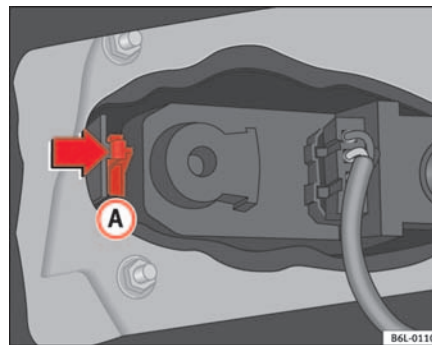

Abb. 153 Rücklichter an der Karosserie
- Auf die Laschen **(A)** ⇒ Abb. 153 drücken, um die Lampenfassung zu lösen, und die Fassung entnehmen.